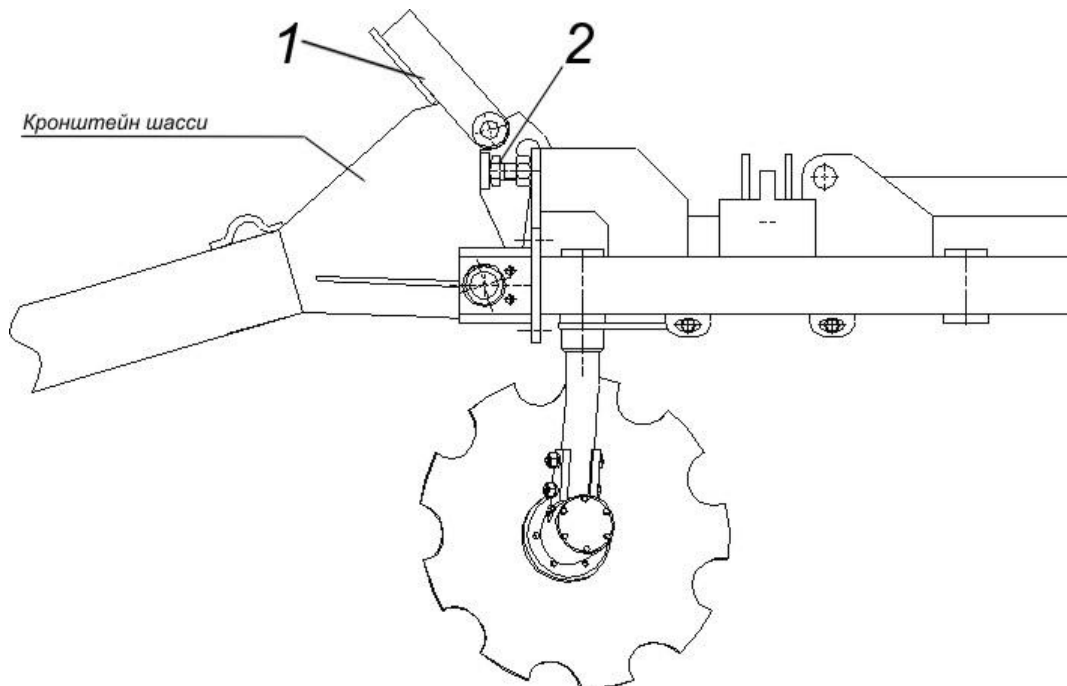

Рис. 4.4.2. Установка транспортных упоров на шасси.
4.4.4. Установите задние транспортные упоры 1 на кронштейн шасси (рис.4.4.2), используя оси $\varnothing 32 \times 136$ мм. С обеих сторон оси поставьте шайбы $\varnothing 33$ мм и шплинты $\varnothing 6,3 \times 60$.
ПРИМЕЧАНИЕ! Перед прокачкой гидросистемы рядом с задними гидроцилиндрами предварительно закрутите болты (М30) регулировки глубины (поз.2, рис.4.4.2) в крайнее положение.
Для установки необходимо полностью поднять раму дисковой бороны и установить транспортные упоры: спереди на маятник (рис.4.3.1-01, поз.6), сзади на кронштейн центральной рамы (рис.4.4.2).
2. Отрегулируйте заглубление дисков при помощи болтов М30 регулировки глубины, находящихся сзади на центральной раме рядом с шасси (поз.2, рис.4.4.2). Вкручивая или выкручивая болты, добейтесь чтобы в плавающем положении гидросистемы трактора глубина обработки агрегата была одинакова во всех рядах рабочих органов.